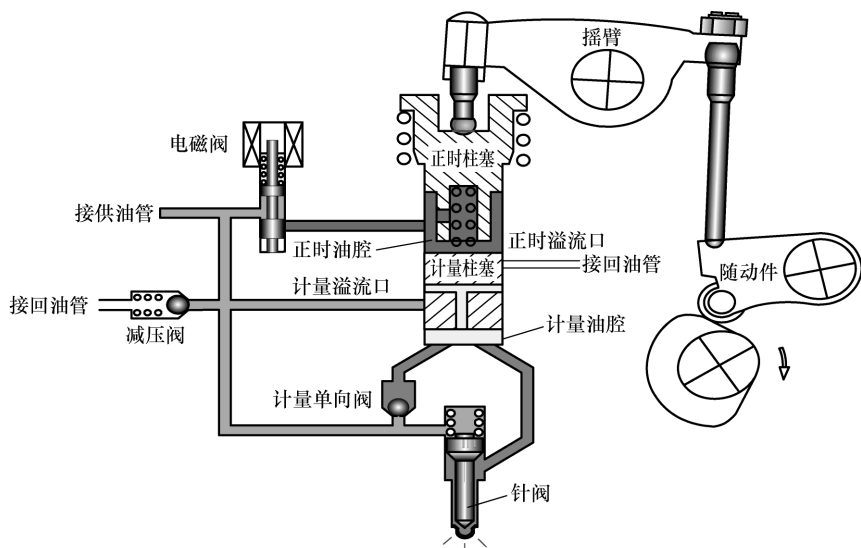

图 10-10 电磁阀关闭、喷射开始
⑥ 随着随动件的滚轮落座于凸轮内基圆上，正时柱塞上行到顶点，正时油腔容积达到最大，并且不再变化，直到凸轮转动至上升沿，离开内基圆为止。
⑦ 随动件滚轮离开内基圆、开始接触凸轮上升沿时，正时柱塞被驱动下行，正时油腔压力迅速增长、燃油被压送回供油管。此时计量单向阀保持关闭，计量柱塞保持不动。
⑧ 当达到了正确的喷油时刻时，ECM 控制电磁阀关闭（图 10-10）。此时正时油腔被密闭，正时柱塞和计量柱塞间便实现了刚性液压连接。计量柱塞和正时柱塞同步下行，计量油腔压力迅速增长。当计量油腔油压达到 5000psi 时，油压将针阀顶起，计量油腔内的燃油经油杯上的喷孔喷出。